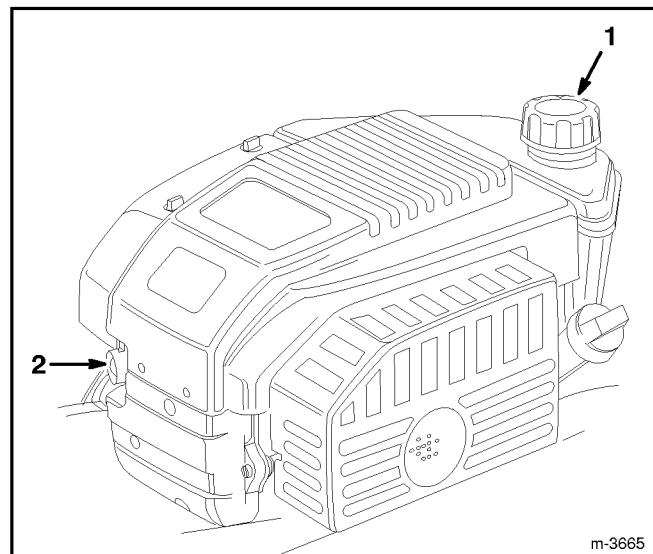

Abbildung 10
1. Rund um den Kraftstofftankverschluß reinigen (Abb. 10) und die Kappe vom Tank entfernen. Bei bleifreiem Benzin den Kraftstofftank bis 6-13 mm unter den Einfüllstutzen füllen.
4. Die Kaltstarthilfe dreimal (3) drücken (Abb. 10). Zwischen den Betätigungen jeweils zwei (2) Sekunden warten.